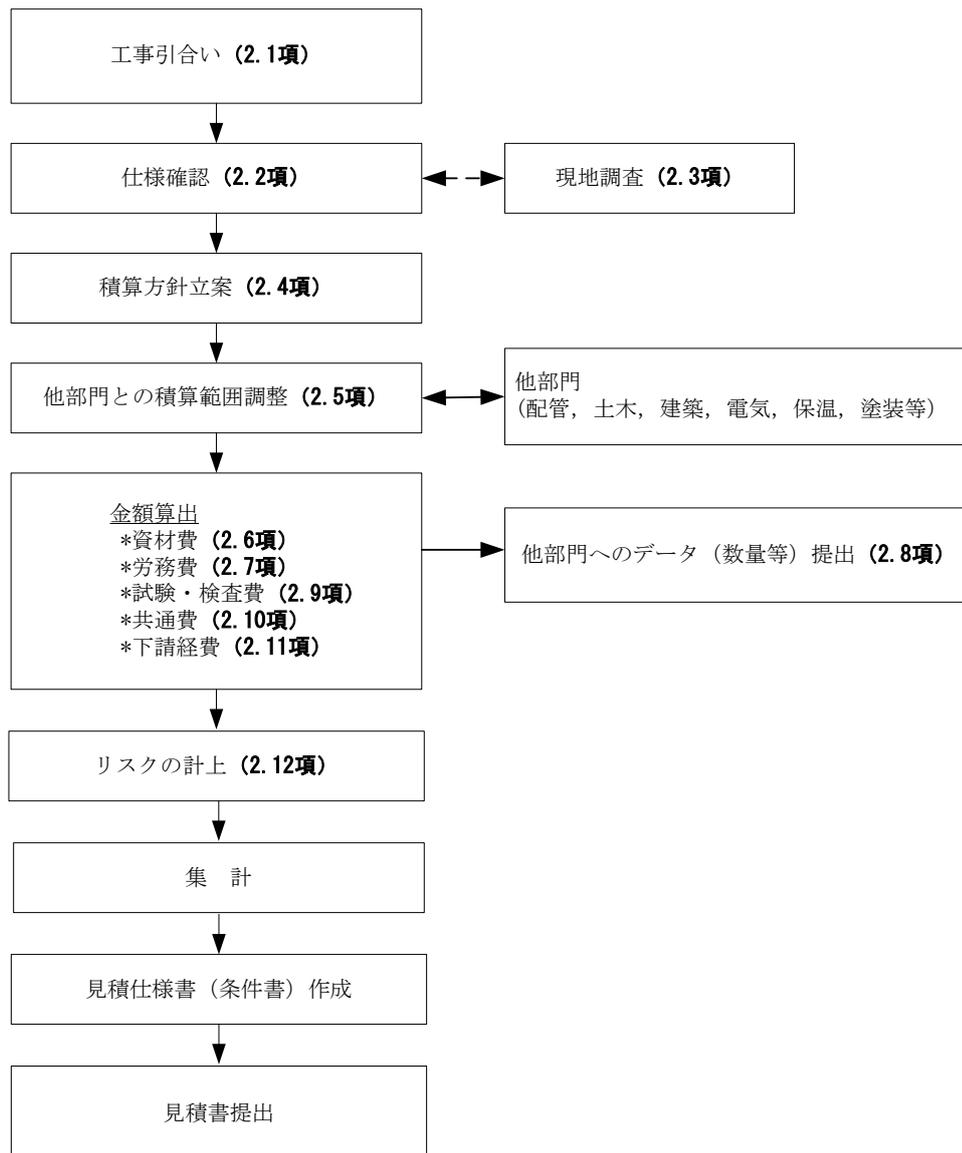

図 2.1 積算手順
2. 積算手順 客先からの工事引合いから見積書提出までの積算手順を図 2.1 に示す。